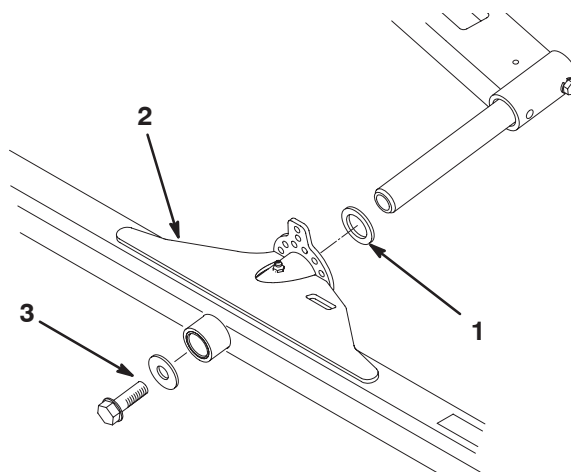

Figure 10
1. Glissez une rondelle de butée sur la tige de pivot du bras de relevage (Fig. 10).
2. Poussez le bâti porteur du plateau de coupe sur la tige de pivot et fixez-le avec une rondelle plate et une vis à collerette (Fig. 10).